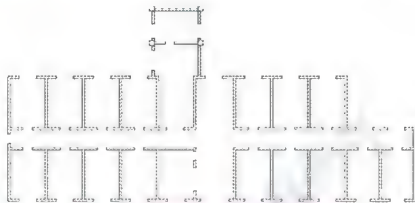

图 2.139 选择屏幕上所有显示的图形对象
③ 在**选择多段线或 [多条(M)]**: 提示下, 输入“M”后按 Enter 键, 表示一次要编辑多条线。
④ 在**选择对象**: 提示下, 输入“ALL”后按 Enter 键, 表示选择屏幕上所有显示的图形对象作为【编辑多段线】命令的编辑对象, 结果屏幕上显示的所有图形变虚, 如图 2.139 所示。